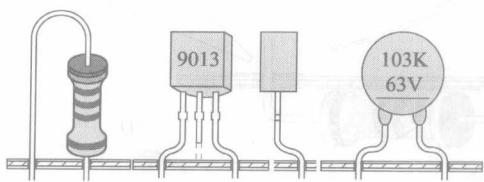

图 1.5 立式安装
- (2) 立式安装(如图 1.5 所示)
能弯成直角,而且弯脚应保持左右距离相等且对称,尽量做到美观大方,如图 1.5 所示。